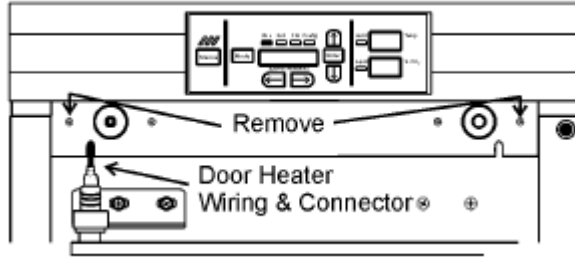

图 6-4
2. 打开箱外门并取下如图6-4所示的两个螺丝。
- 参见图 6-4。